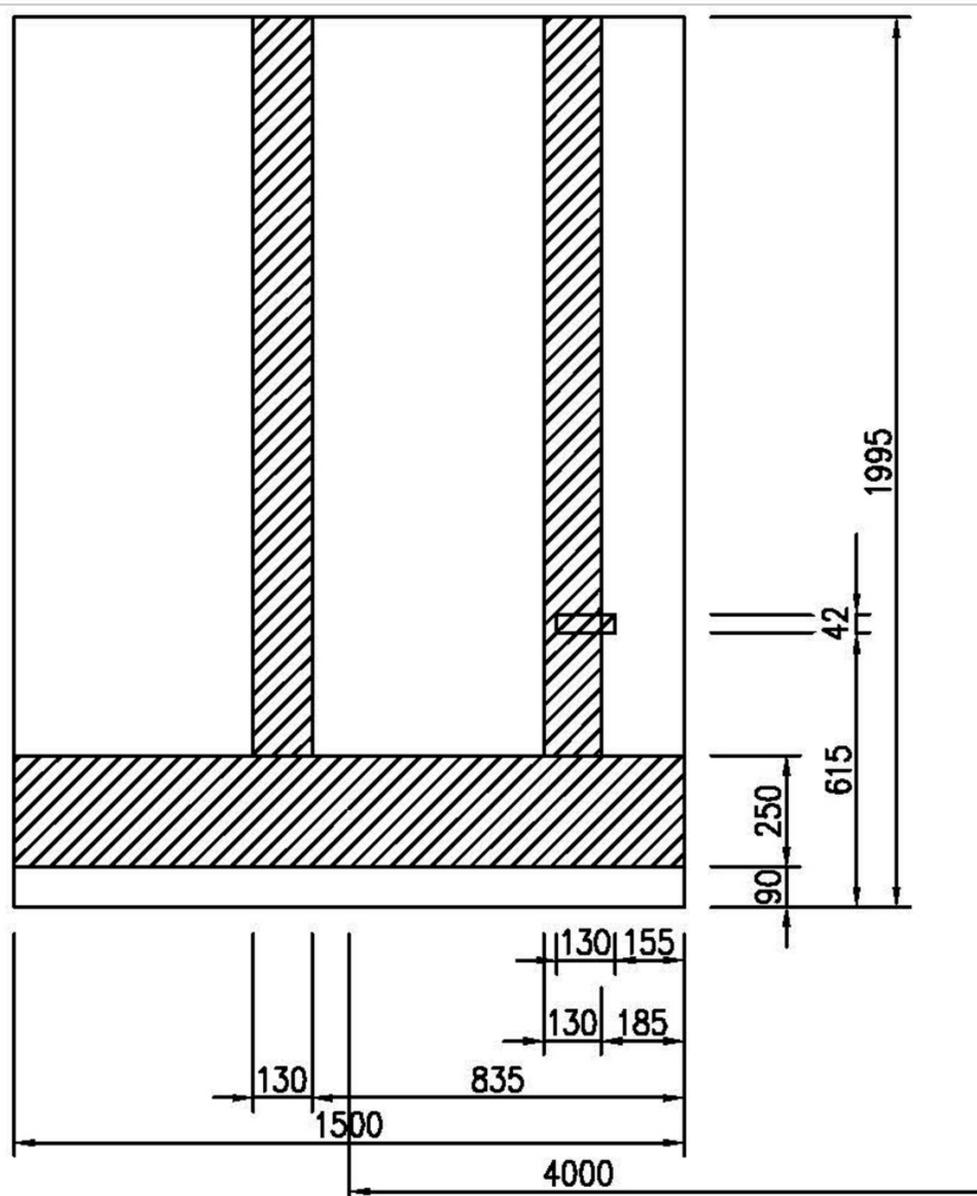

Рисунок 7
- Мощность кабины 6 кВт [см. рис. 7, 8]. Подводка в месте установки 3/N/PE ~ 400 В через УЗО $\Delta N \leq 0,03$ А, предохранитель В 16 А, проведена до обратной стороны в центре кабины плюс 2 м.